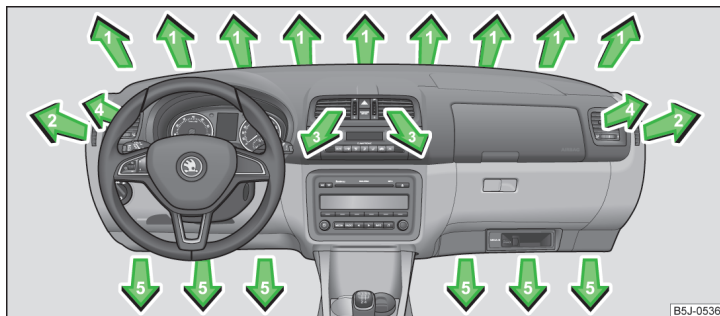

Fig. 97 Fantele de ventilație
La fantele de ventilație 3 și 4 » fig. 97 se poate modifica direcția curentului de aer, iar duzele se pot închide și deschide și individual.
► Rotiți roțița verticală (fante de ventilație 3) » fig. 97 resp. roțița orizontală (fante de ventilație 4) în poziția
► Rotiți roțița verticală (fante de ventilație 3) » fig. 97 resp. roțița orizontală (fante de ventilație 4) în poziția 0.
► Pentru a modifica direcția pe înălțime a curentului de aer, deplasați lamelele orizontale cu ajutorul elementului de reglare, mobil » fig. 97.
Vă recomandăm, să lăsați gurile de ventilație **3** » fig. 97 la pagina 89 în poziție deschisă în toate regimurile de operare.